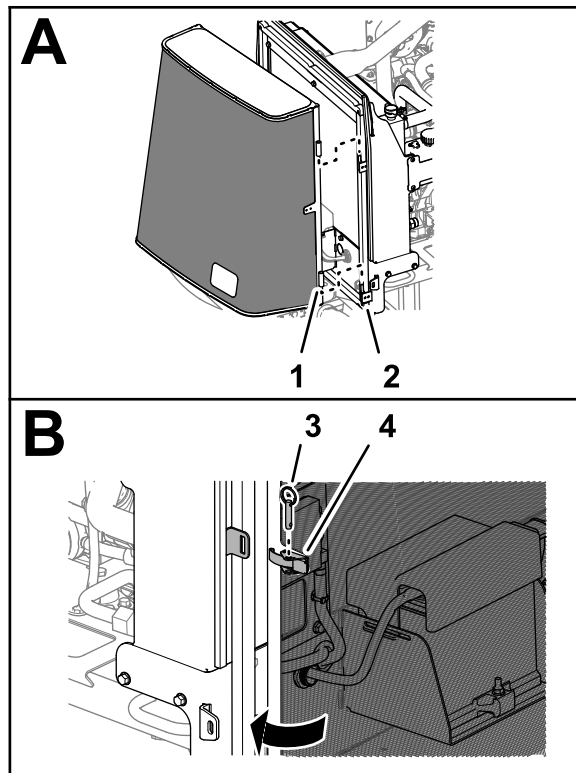

Figure 21
1. Montez la charnière de la grille sur les axes de pivot du cadre du radiateur (Figure 21).
2. Fermez la grille et fixez-la sur le cadre du radiateur avec le verrou (Figure 21).
3. Insérez la goupille cylindrique dans les trous du verrou (Figure 21).